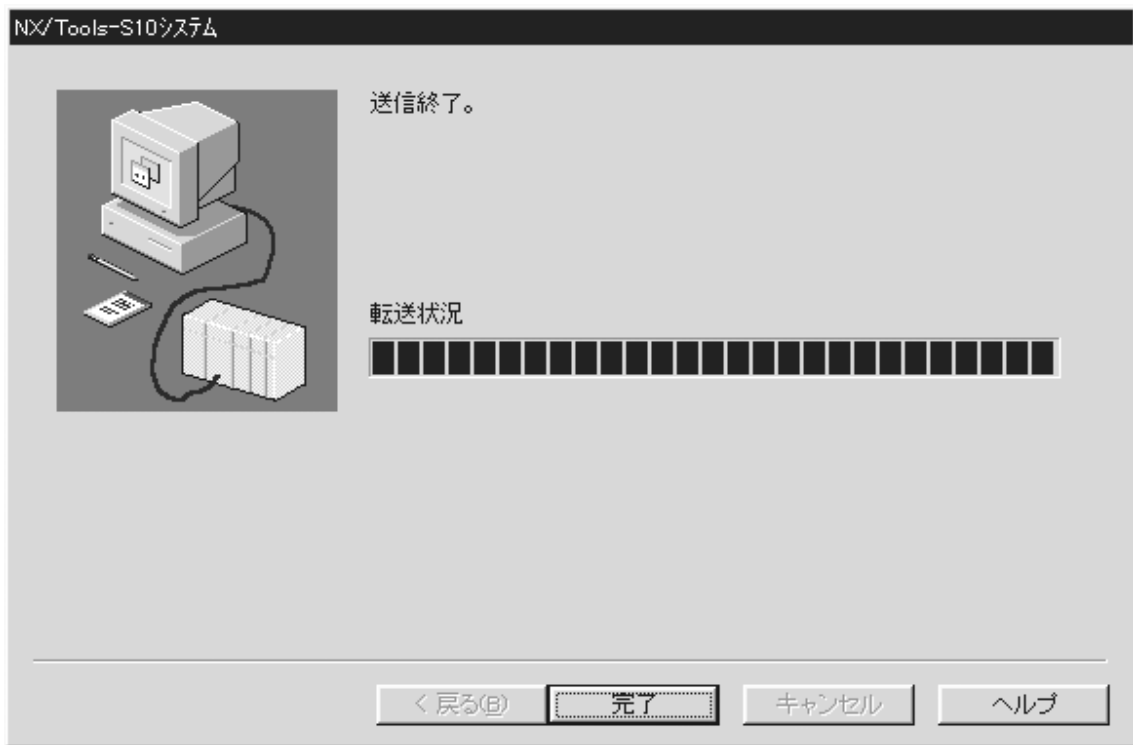

図 4 - 7 [NX/Tools-S10システム] 画面 (オブジェクトのロード (転送完了))
- (9) 「図 4 - 4 [NX/Tools-S10] 画面」に戻ります。